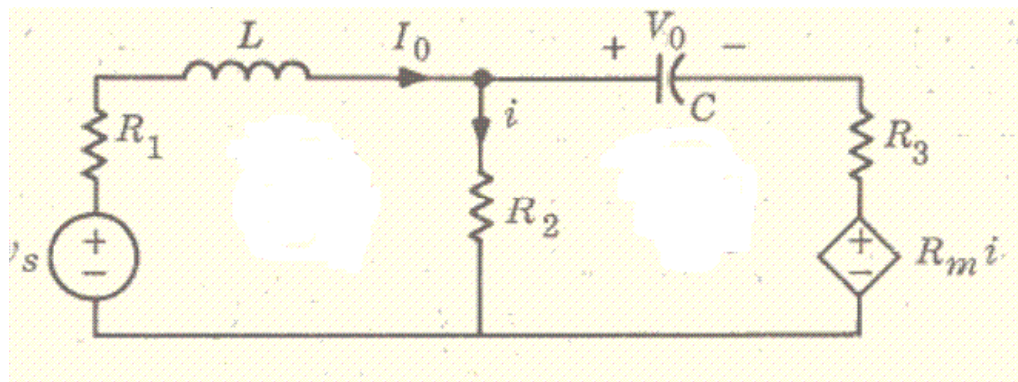

Figura P213
2. Para el circuito de la Figura P2 los componentes tienen los siguientes valores:
3. Para el circuito de la Figura P2 todos los elementos son lineales e invariantes